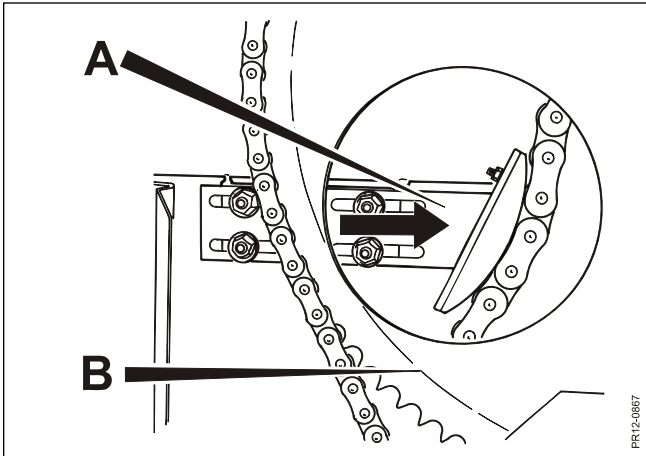

Fig. 9.6
Fig. 9.6 Stramning af 1 ½" kæde: kædestrammeren (A) løsnes, skubbes hen imod kæden og spændes fast. Det kan være hensigtsmæssigt at kædehjulet (B) står i en stilling som vist på figuren.